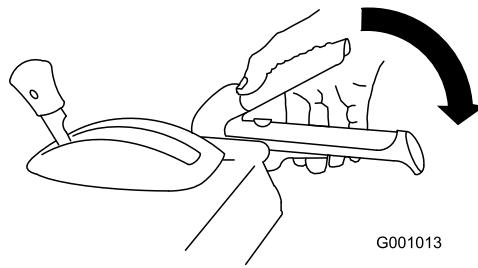

Figure 28
2. Engagez le levier de la vis sans fin/turbine et maintenez-le en place (Figure 28).